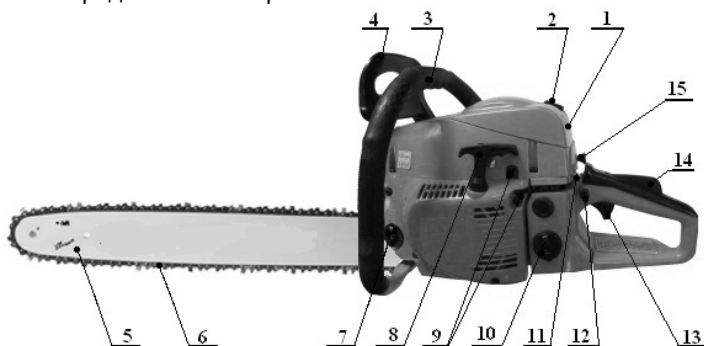

Рис.1. Общий вид
4.2. Устройство пилы представлено на рис.1.